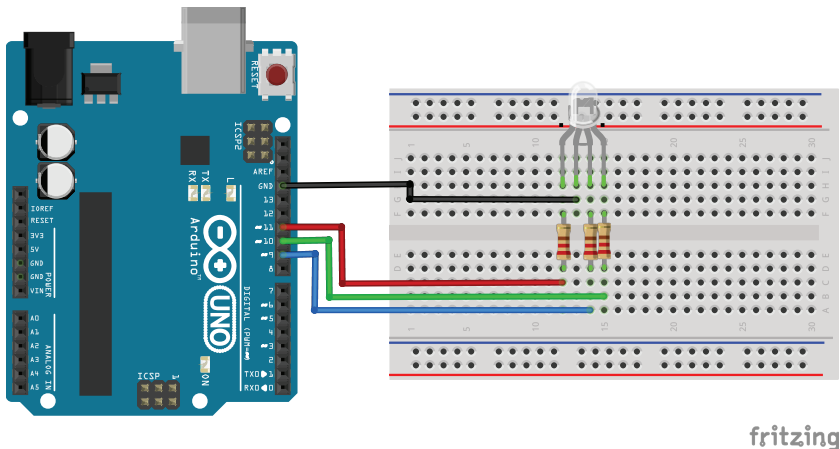

Рис. 5.3. Схема подключения RGB-светодиода
Подключим RGB-светодиод к плате Arduino и заставим переливаться его цветами радуги. На рис. 5.3 показана схема подключения RGB-светодиода к плате Arduino.
2. Подключаем RGB-светодиод по схеме на рис. 5.3.